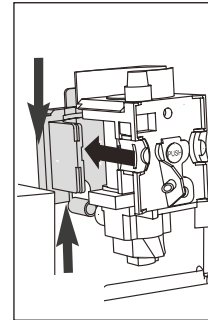

Fig. 42
- Après le nettoyage, replacer le groupe infuseur (A5) en le faisant glisser sur le support interne et la goupille en bas puis appuyer complètement sur le symbole **POUSSER** jusqu'à ce qu'il soit en place et qu'il émette un clic (Fig. 42).